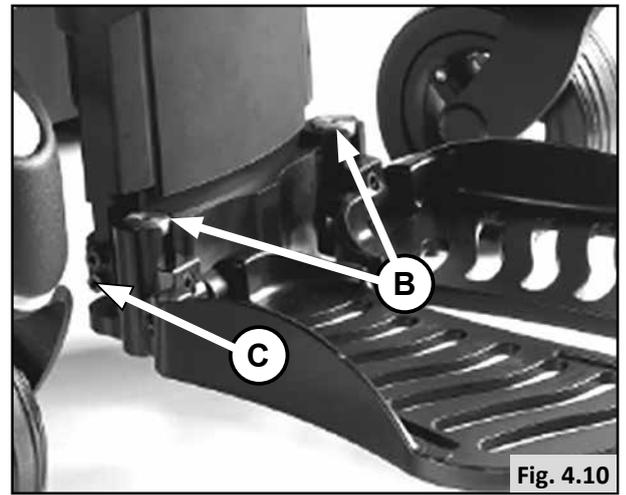

Fig. 4.10
4.4.1 Voreinstellung der Unterschenkellänge (Fig. 4.10)
- Lockern Sie die Schrauben an beiden Seiten der Fußbretter und nehmen Sie sie ab. (C).
- Ziehen Sie die Schrauben an (die 2 unteren). (C).
- 4 Schrauben lockern (A)
- Schraube B (Fig. 4.10) drehen, um die Höhe des Fußbretts einzustellen.
- 4 Schrauben anziehen (A)